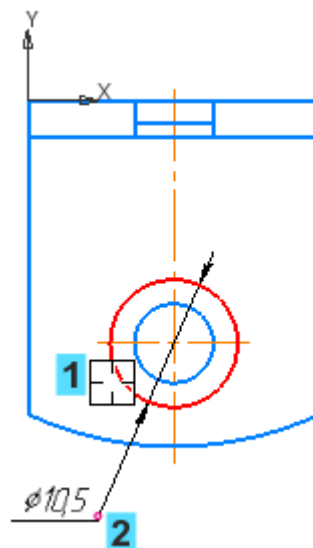

Рисунок 1
- Укажите точку начала полки — точку 2. (рисунок 1)